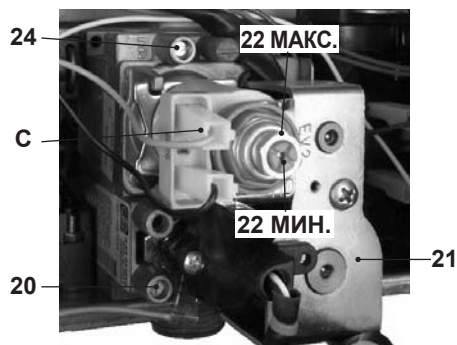

Рисунок 7.3
Выпустите достаточное количество горячей воды. Сравните значение измеренного давления со значениями, указанными в таблицах Максимальное газовое давление горелки. Для калибровки давления в горелке необходимо поворачивать большую шестиугольную латунную гайку модулирующего устройства 22 MAX, см. Рисунок 7.3 (давление увеличивается при повороте по часовой стрелке).
рующего устройства 22. Внимательно следите за тем, чтобы не прикасаться к металлическим частям котла, см. Рисунок 7.3.
- Сравните значение измеренного давления со значениями, указанными в таблицах Минимальное газовое давление на горелке. Чтобы откалибровать давление в горелке, открутите пластиковый винт (22 MIN на Рисунок 7.3), удерживая неподвижной большую шестиугольную латунную гайку (22 MAX на Рисунок 7.3) модулирующего устройства (при вращении по часовой стрелке давление увеличивается).
- Подключите провод питания, см. С на Рисунок 7.3 модулирующего устройства.
- Тщательно закройте отвод для замера давления 24 на Рисунок 7.3.**